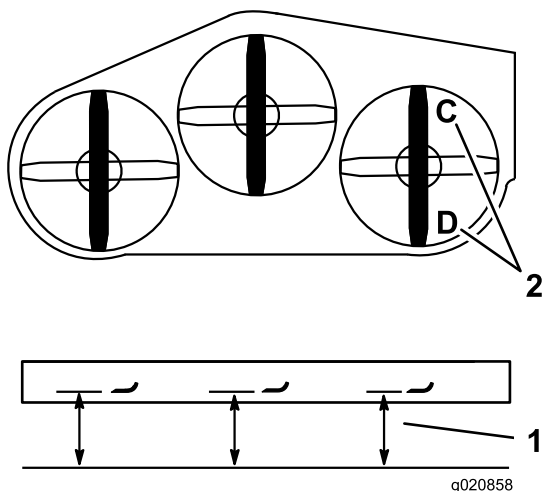

Figura 83
1. Disponete la lama destra in posizione longitudinale rispetto alla macchina (**Figura 83**).
2. Misurate la lama destra al punto **C** da una superficie piana fino al tagliente della punta della lama e annotate la misura rilevata (**Figura 83**).
3. Misurate la lama destra al punto **D** da una superficie piana fino al tagliente della punta della lama e annotate la misura rilevata (**Figura 83**).
Nota: La lama del tosaerba deve essere da 6 a 10 mm più bassa al punto **C** rispetto al punto **D** (**Figura 83**). In caso contrario eseguite la seguente operazione.
2. Disponete la lama destra in posizione longitudinale rispetto alla macchina (Figura 83).